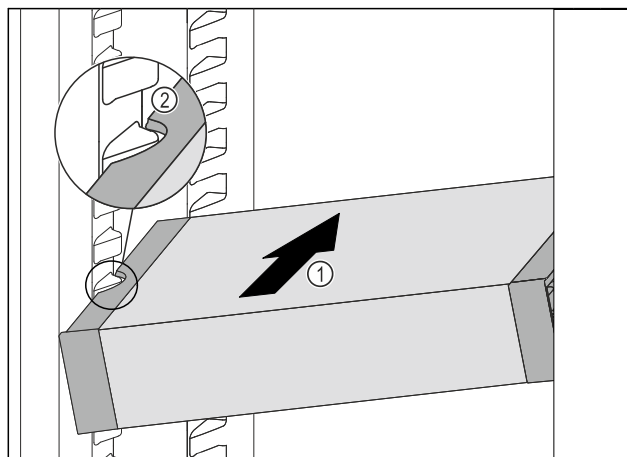

Fig. 95
- ▶ VarioSafe wsunąć ukośnie do chłodziarki Fig. 95 (1), aż boczne wycięcia Fig. 95 (2) VarioSafe będą się znajdować na wysokości żeber pojemnika w chłodziarce.